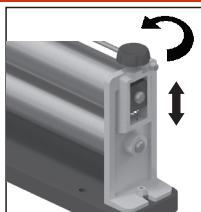

Figura 7
- Proceda com regulagem da abertura entre as moendas (10 e 11), soltando ou apertando os reguladores (15, figura 7), conforme a espessura desejada para a massa a ser soxada.